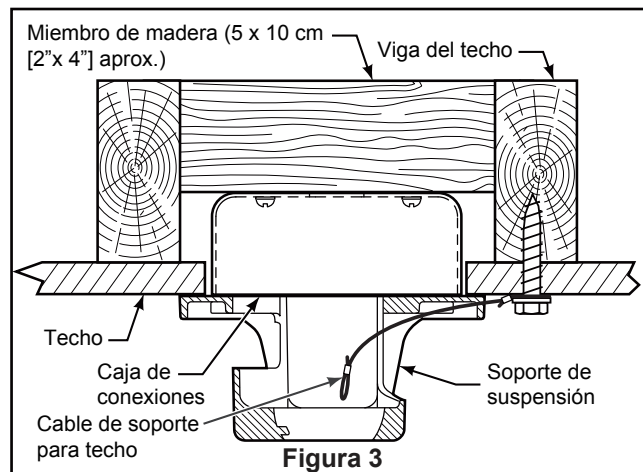

Figura 3
Uso del soporte (Figura 3)
3. Afloje los dos tornillos de fijación del soporte del barral de soporte para techo a través de la varilla. Introduzca los cables de color marrón, azul, rojo, gris, amarillo cables y cable de seguridad a través de la varilla. (Figura 3)
1. Perfore un orificio de 1/4" en la estructura del edificio para evitar grietas con la instalación del tornillo de intervalo. Utilice el tornillo de intervalo de 3/8"x 2" y la arandela plana para fijar el cable de seguridad a la viga del techo o a la estructura de madera. Dicho tornillo pasará a través de arandela plana, la presilla del cable de seguridad y se fijará en la estructura del edificio. (Figura 3)
NOTA: el cable de soporte para techo no se puede asegurar solamente a la caja de conexiones; se debe asegurar directamente a la viga de techo o miembro estructural con el tornillo de cabeza cuadrada de 3/8"x2" y la arandela plana. (Figura 3)
2. Deslice el receptor en el soporte de suspensión antes de realizar el cableado como se muestra en la figura 3.